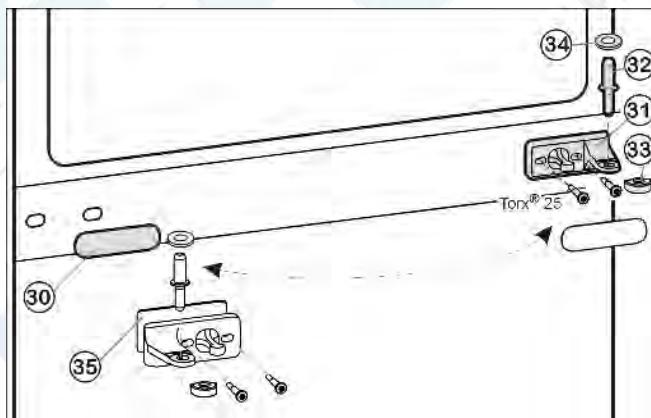
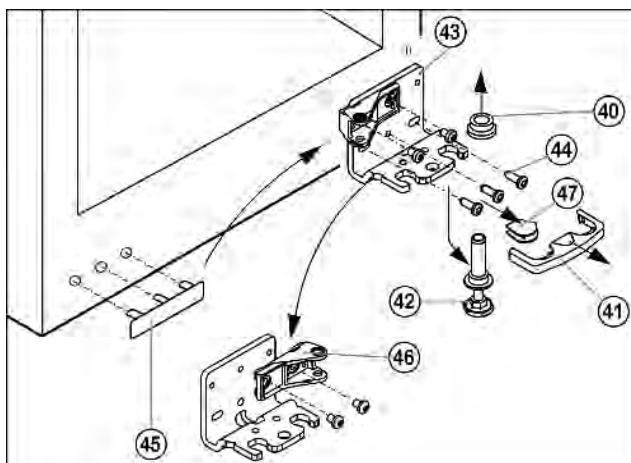

Fig. 11
Fig. 12
- Вытащите средний опорный палец Fig. 11 (32) с шайбой Fig. 11 (34) из опорного кронштейна и нижней дверцы.
- Пластмассовый колпачок Fig. 11 (33) снимите.
- Снимите средний опорный кронштейн Fig. 11 (31).
- Осторожно снимите накладку Fig. 11 (30).
- Прикрутите средний опорный кронштейн Fig. 11 (31) с поворотом на 180° на новую сторону шарнира (**с моментом 4 Нм**).
- Защелкните накладку Fig. 11 (30), повернув на 180 °, на стороне, где теперь будет ручка.
- ▶ Предохранитель Fig. 12 (41) снимите движением вперед.
- ▶ Снимите крышку Fig. 12 (47).*
- ▶ Полностью вверните регулируемую опору Fig. 12 (42).
- ▶ Вытяните опорный палец Fig. 12 (42) вниз и вперед. При этом следите за гнездом шарнира Fig. 12 (40).
- ▶ Открутите опорный кронштейн Fig. 12 (43) (3 шт. Torx 25) Fig. 12 (44).
- ▶ Осторожно снимите и переставьте на противоположную сторону крышку со стороны ручки Fig. 12 (45).
- ▶ Снова прикрутите нижний опорный кронштейн Fig. 12 (43) на новой стороне шарнира (**с моментом 4 Нм**). При необходимости используйте аккумуляторный шуруповерт.
- ▶ Открутите опорный кронштейн Fig. 12 (46) и снова прикрутите внутри с поворотом на 180°.
- ▶ Установите крышку Fig. 12 (47) на противоположной стороне.*
- ▶ Предохранитель (41) нужно зафиксировать сбоку на кронштейне, чтобы опорный палец и двери были защищены от выпадения.
- ▶ Снова защелкните предохранитель (41) на опорном кронштейне.
- ▶ Наденьте гнездо шарнира Fig. 12 (40).
- ▶ Установите дверцу сверху на нижний опорный палец Fig. 12 (42).
- ▶ Снова наденьте пластмассовый колпачок Fig. 11 (33) на средний опорный кронштейн Fig. 11 (31).
- ▶ Вставьте средний опорный палец Fig. 11 (32) на новой стороне шарнира через средний опорный кронштейн Fig. 11 (31) в нижнюю дверцу.
- ▶ Установите шайбу Fig. 11 (34) на средний опорный палец Fig. 11 (32).
- ▶ Установите верхнюю дверцу на средний опорный палец Fig. 11 (32).
- ▶ При необходимости выровняйте дверцы через два продольных паза в нижнем опорном кронштейне Fig. 12 (43) и среднем опорном кронштейне Fig. 11 (31) параллельно корпусу устройства. Для этого выкрутите средний винт на нижнем опорном кронштейне Fig. 12 (43).